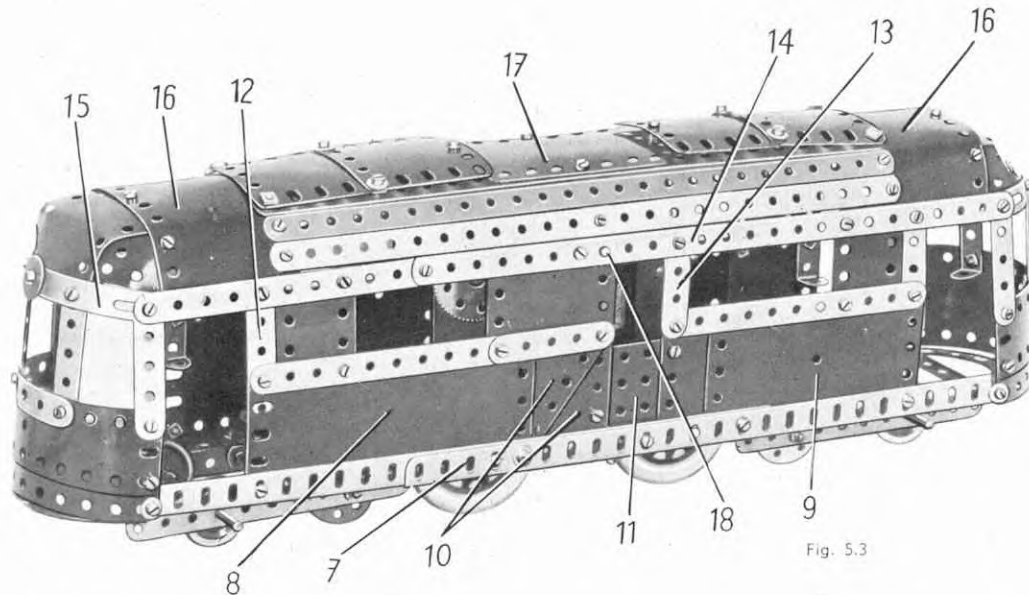

Fig. 5.3
Le côté qui apparaît sur la figure 5.3 est fixé sur un longeron (7) formé, comme le (1) par deux cornières de 25 trous se recouvrant sur 15 trous. Ce côté est recouvert par une plaque flexible de 14×6 cm. (8) la moitié d'une plaque à charnière (9), deux plaques flexibles triangulaires de 6×5 cm. (10) et une plaque à rebords de 6×4 cm. (11). Le côté est prolongé vers le haut par deux bandes coudées de 60×12 mm. (12), une bande de 5 trous (13), deux plaques flexibles de 6×4 cm. et une de 6×6 cm. Les bords supérieurs des plaques sont renforcés par une bande (14) formée d'une bande de 25 trous et d'une de 11 trous. Les côtés une fois terminés sont réunis à chaque extrémité par une bande de 7 trous boulonnée sur les cornières (1) et (7).